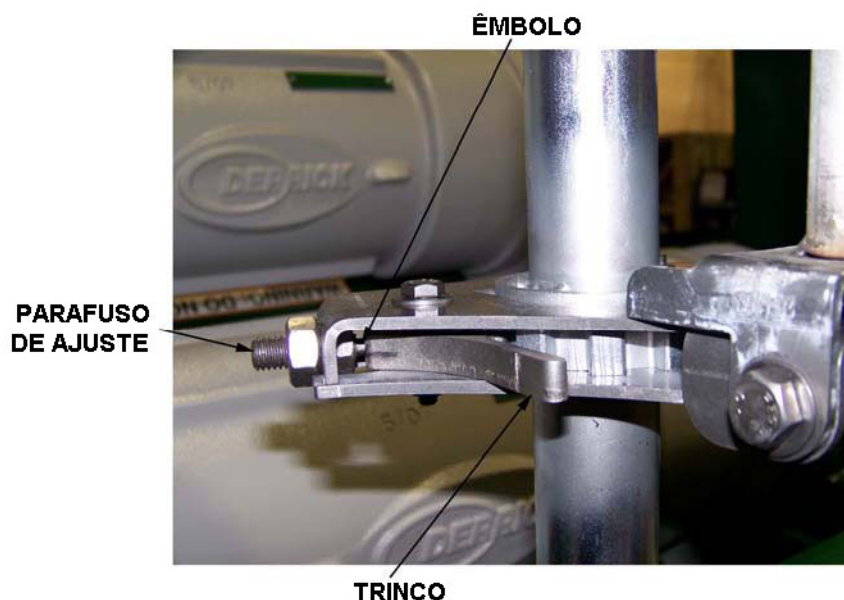

Figura 5-2 Ajuste do êmbolo de acionamento de mola
1. Gire o parafuso de ajuste (Figura 5-2) no sentido horário para aumentar a tensão no êmbolo.